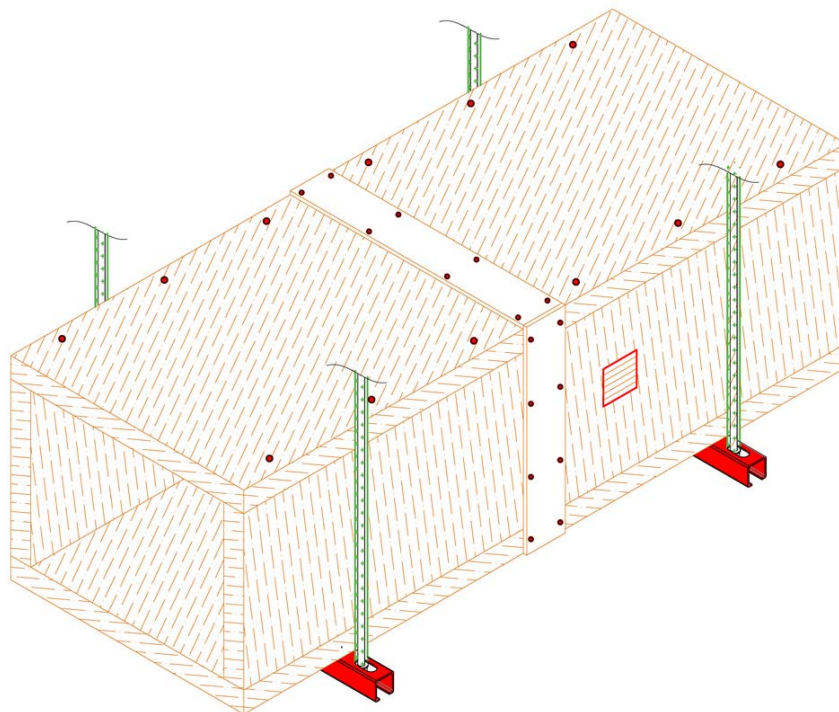

Рис. 8
9. Осуществить огнезащиту подвесов: нанести огнезащитную мастику ТЕHSTRONG К на траверсы с расходом не менее 1,1 кг/кв.м; смонтировать кожухи ТЕHSTRONG КО на шпильки (рис. 8).